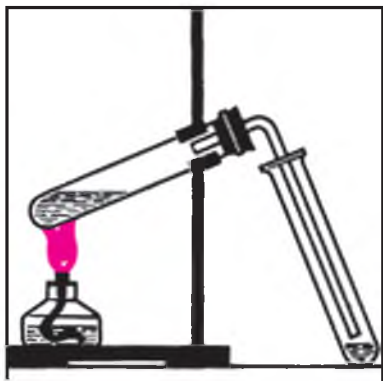

Рис. 65. Получение уксусной кислоты.
1. Поместите в пробирку 3—4 г ацетата натрия и прибавьте примерно 2—3 мл раствора серной кислоты (1:1). Пробирку закройте пробкой с газотводной трубкой, свободный конец которой опустите в пустую пробирку (рис. 65). Нагревайте смесь веществ на пламени до тех пор, пока в пробирке-приемнике соберется 1—2 мл жидкости. Обратите внимание на запах уксусной кислоты.